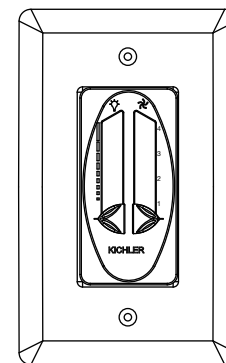

Fig. 24
1. Control del ventilador: Para hacer funcionar el ventilador. Deslice el interruptor de velocidad seleccionado para hacer funcionar el ventilador a la velocidad deseada: (Fig. 24)
2. Control de la iluminación: Deslice para encender o apagar la luz, y regule la intensidad de la luz. (Fig. 24)